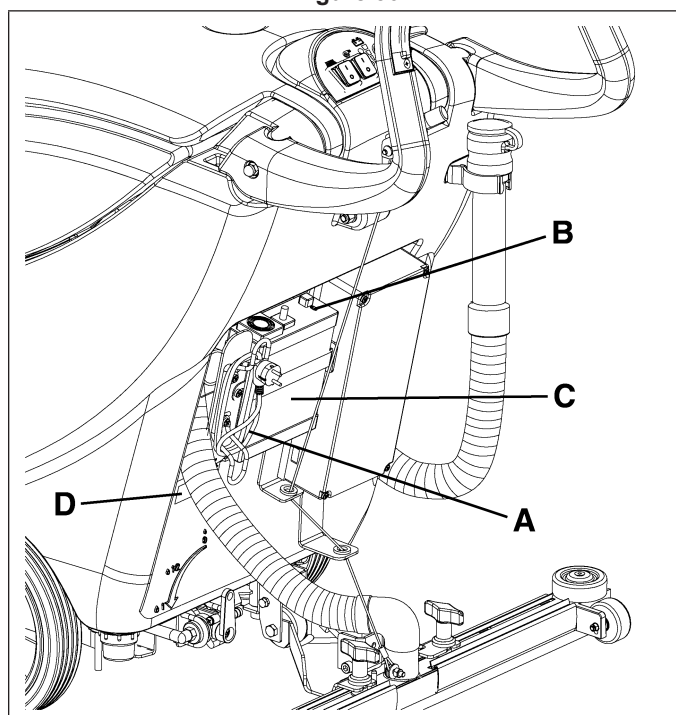

Figure 31
3. Vérifier que le câble (A, Fig. 31) du chargeur de batterie est branché à une prise électrique avec une tension et une fréquence conformes aux valeurs indiquées sur la plaque avec numéro de série/données techniques (D).
Si le témoin lumineux vert (C, Fig. 31) clignote, il indique que le chargement des batteries est en cours.
4. Lorsque le témoin lumineux vert (B, Fig. 31) reste allumé, le cycle de chargement des batteries est terminé.
5. Le cycle de chargement terminé, débrancher le câble électrique (A, Fig. 31) du chargeur de batterie du réseau électrique et l'enrouler autour du logement correspondant situé sur la machine.
Pour de plus amples informations relatives au fonctionnement du chargeur de batterie (C, Fig. 31), se référer au Manuel spécifique.